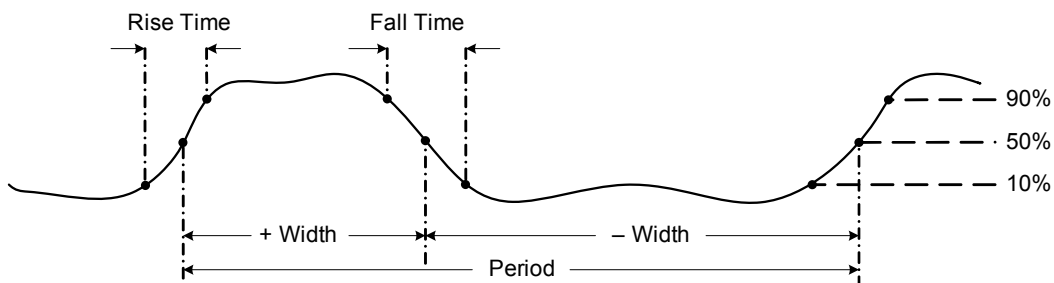

图 2-26 频率定义
- 频率是信号每秒钟完成的周期数。频率的定义是 1/周期。周期定义为两个连续同极性沿跨过中间临界值的时间，如图 2-26 所示。